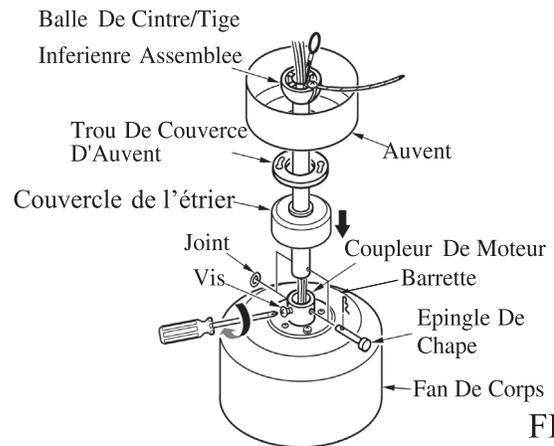

FIG.2
2. Insérez la tige inférieure à travers l'ouverture centrale du pavillon, le couvercle du trou du pavillon, le couvercle de l'étrier et acheminez les fils du moteur à travers l'ensemble boule de suspension/tige inférieure. Alignez les trous d'épingle de chape dans la tige inférieure avec les trous dans le moteur de couplage. Les épingles de chape doivent traverser les trous du moteur de couplage et la tige inférieure. Placer le joint sur l'épingle de chape et installer la barrette en assurant de pousser droit le pied de barrette à travers le trou proche de la balle de cintre pour vérifier que l'épingle de chape est correctement installée (Voir fig.2)